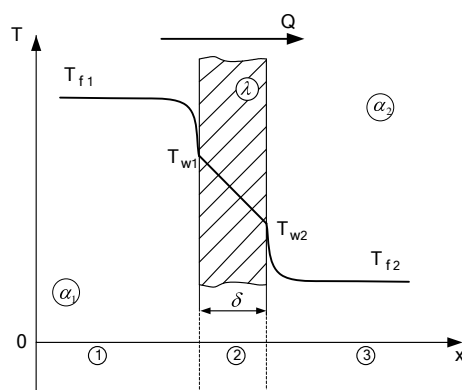

Рис. 4. Теплопередача через плоскую стенку
**График температурного поля при теплопередаче через плоскую стенку** показан на рис. 4. *Теплопередача* включает в себя следующие процессы: 1) *теплоотдачу* от горячей текучей среды (горячего теплоносителя) к стенке; 2) *теплопроводность* внутри стенки; 3) *теплоотдачу* от стенки к холодной текучей среде (холодному теплоносителю).